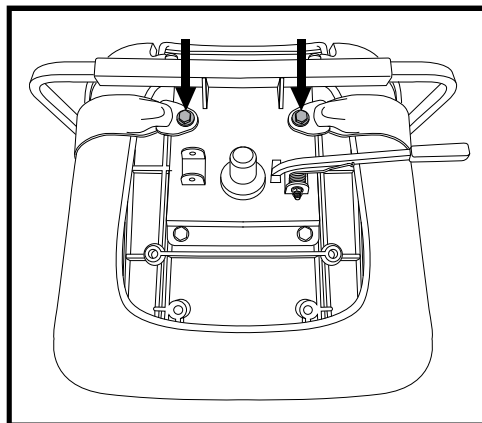

Figura 29. Bulloni per cinture di sicurezza
2. Posizionare la seduta a testa in giù per poter lavorare sulla base della seduta. **Vedere figura 29.**